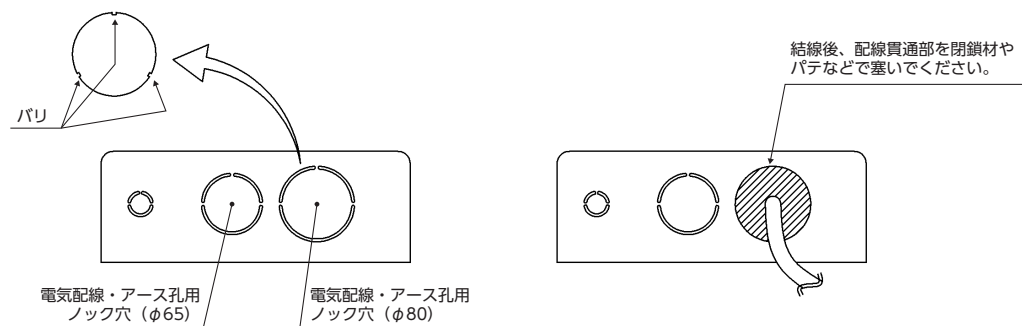

図8-2 室外ユニットの配線引込口 ノック穴
- ・配線引込口の電源配線・アース線用ノック穴は左側がφ65、右側がφ80です。（図8-2参照）電源配線・アース線サイズに対し、必要な電線管サイズを内線規程JEAC8001で確認し、適合するノック穴を使用してください。
- ・ノック穴打ち抜き後は、ノック穴のバリ（図8-2参照）を取り除き、防錆のために補修用塗料をエッジ及び周囲の端面に塗布することをお勧めします。
- ・小動物の侵入対策として、すき間（図8-2 斜線部）を閉鎖材・パテなど（別途ご用意）で塞いでください。